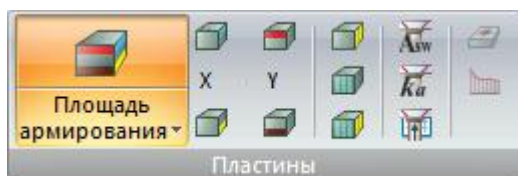

Рис.85. Панель Пластины
- **Пластины** (рис.85) – отображение результатов армирования в пластинчатых элементах одним из выбранных способов.
Панель **Пластины** (рис.85) содержит следующие команды: